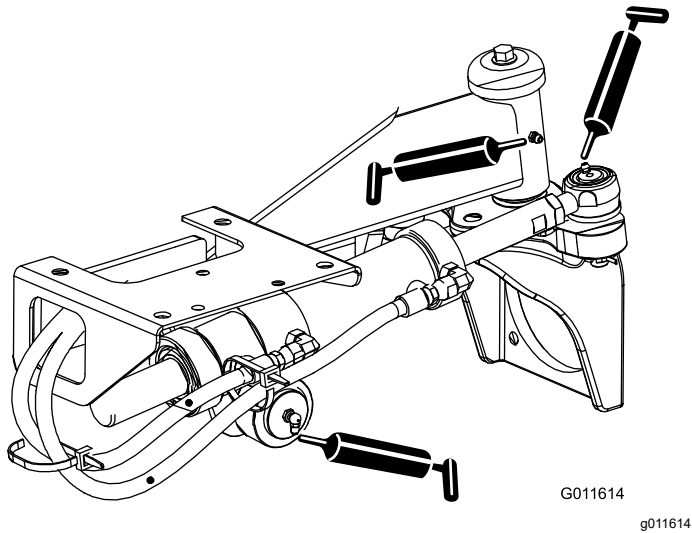

Figure 44
- Rotules de vérin de direction (2) et essieu arrière (1) – Figure 44